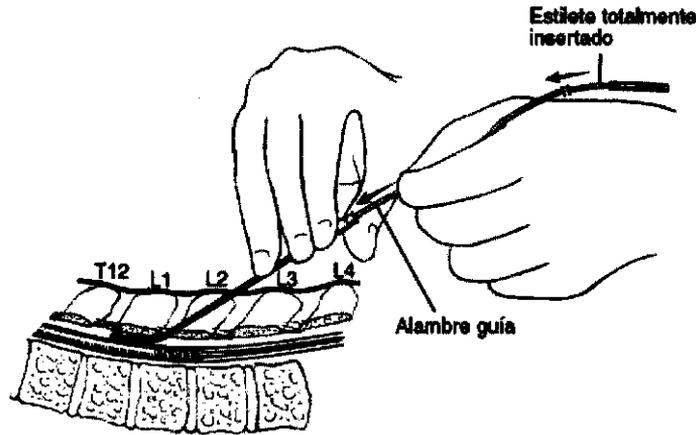

FIGURA 7
4. Una vez que la punta del alambre guía se encuentre dentro del espacio epidural y habiendo superado ligeramente la punta distal de la aguja, vuelva a insertar por completo el estilete y avance el alambre guía hasta la ubicación destino (Figura 7). Al avanzar el alambre guía, es muy importante hacerlo con la ayuda de una imagen radioscópica.